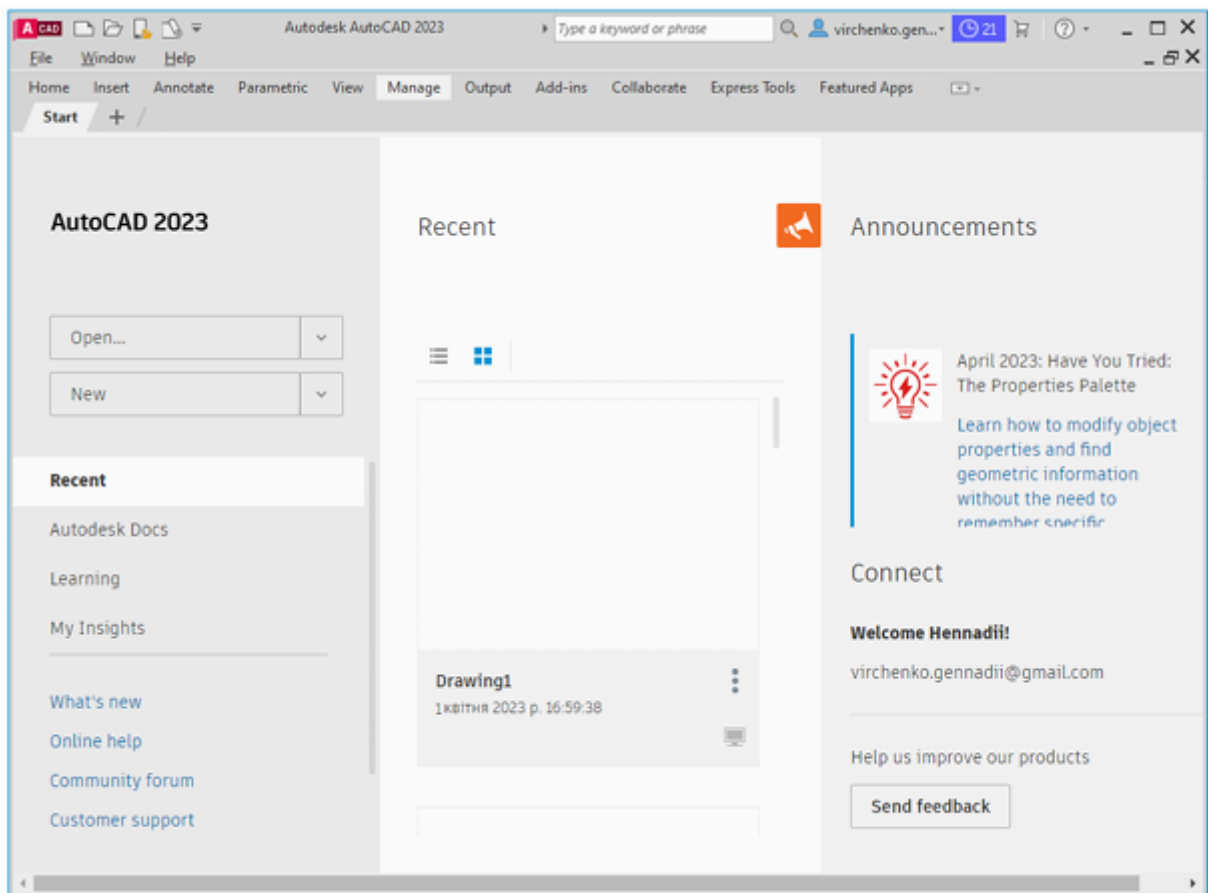

Рисунок 1.1.Початкове вікно програми AutoCAD
1. Відкрийте початкове вікно програми AutoCAD (рис.1.1)., яке запускається за допомогою ярлика на робочому столі або шляхом використання меню Start.